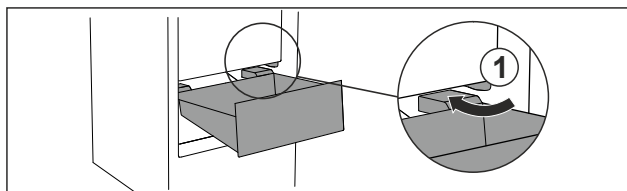

Fig. 92
- Lirka låda snett kring stoppklackarna Fig. 92 (1).